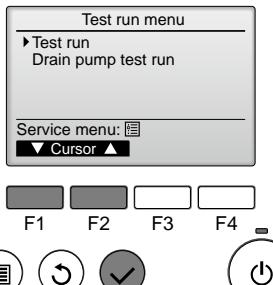

Fig. 8-2
- ② Выберите режим "Тестовый прогон" в Меню тестового прогона и нажмите кнопку [ВЫБОР]. (Fig. 8-2)
- ③ Запускается режим "Тестовый прогон" и отображается экран тестового прогона.